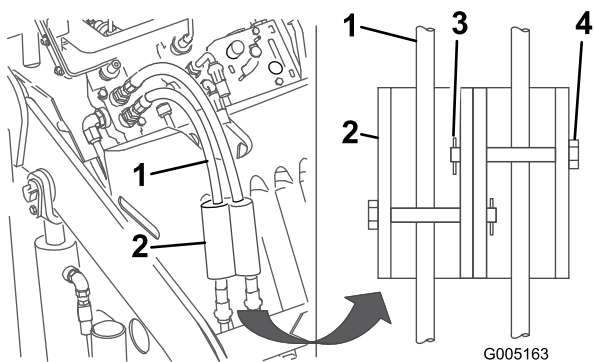

図 20
7. シリンダロックを油圧ホースに取り付けて、クレビス・ピンとコッターピンで固定する（図 20）。